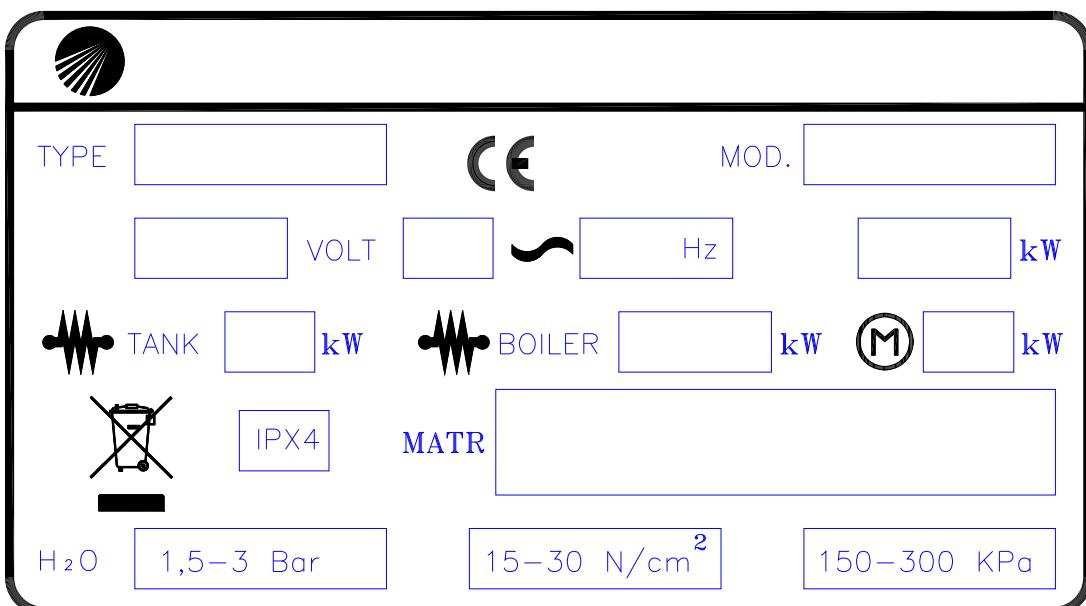

Рис. 1-1
- На правой панели машины расположена табличка с техническими характеристиками (Рис. 1-1). Она содержит всю необходимую информацию для установки прибора.
- The specifications tag (Fig. 1-1) is placed on the right-hand panel of the machine. It contains all the necessary data to install the appliance.
- Das Maschinenschild (Bild. 1-1) befindet sich an der Rechtseite des Gerätes. Es enthält alle für die Aufstellung notwendigen Daten.
- La plaque (Fig. 1-1) comportant les caractéristiques de l'appareil est placée sur le côté droit. Elle indique toutes les données nécessaires à la mise en place de la machine.
- La placa de características (Fig. 1-1) está ubicada en el flanco derecho de la máquina. Contiene todos los datos necesarios para la instalación.
- A etiqueta com os dados técnicos (Fig. 1-1) está localizada na lateral direita da máquina. Tal etiqueta contém todos os dados necessários para a instalação.
- Het typeplaatje (Afb. 1-1) bevindt zich aan de rechterkant van de machine. Hier staan alle gegevens op die benodigd zijn voor de installatie.